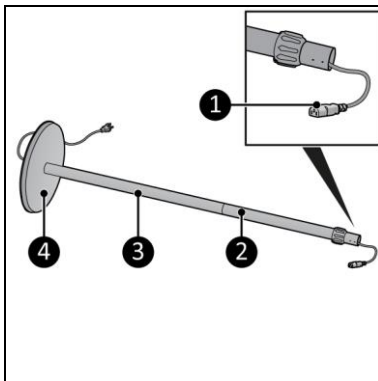

Figure 4
3. Passez la fiche femelle (figure 4, pos. 1) du câble d'alimentation à travers le socle (figure 4, pos. 4), le tube inférieur (figure 4, pos. 3) et le tube réglable (figure 4, pos. 2).